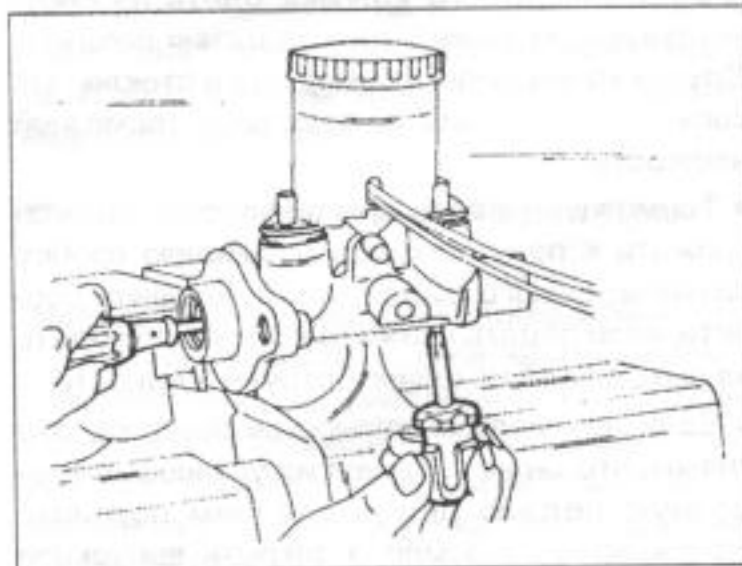

Рис.239.
Поршень отверткой вдавить в отверстие, как это показано на рис.239, и выкрутить стопорный болт, не прилагая при этом больших усилий. После этого убрать отвертку и проверить, держится ли поршень. Проверить, чтобы стопорное пружинное кольцо (3) хорошо сидело в канавке.